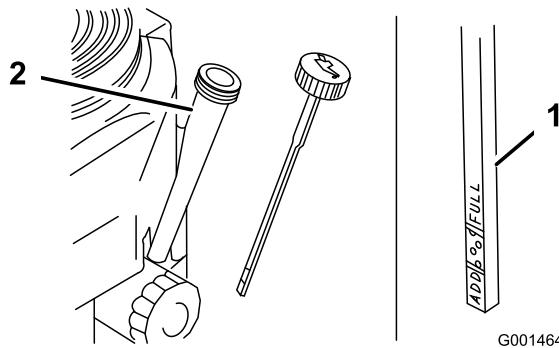

Figura 23
4. Pulite attorno all'asta di livello (Figura 23) in modo che la morchia non possa penetrare nel foro di rifornimento e danneggiare il motore.
5. Svitate l'asta di livello dell'olio e pulitene l'estremità (Figura 23).
6. Inserite a fondo l'asta di livello nel tubo di rifornimento, senza avvitarla (Figura 23).
8. Versate lentamente nel tubo di rifornimento (Figura 23) l'80% circa dell'olio indicato.